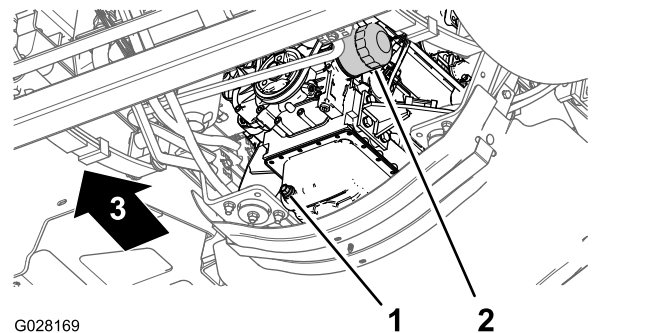

Figura 72
- Alinhe um recipiente de escoamento debaixo do filtro de óleo do motor (Figura 72).
- Retire o filtro do óleo antigo (Figura 72).
- Instale um filtro do óleo no adaptador do filtro, rode o filtro de óleo no sentido horário até que a junta de borracha entre em contacto com o adaptador do filtro; em seguida, aperte o filtro mais $\frac{1}{2}$ de volta (Figura 72).
- Alinhe um recipiente de escoamento com o tampão de escoamento (Figura 72).
- Retire o tampão de escoamento e deixe o óleo escoar completamente (Figura 72).